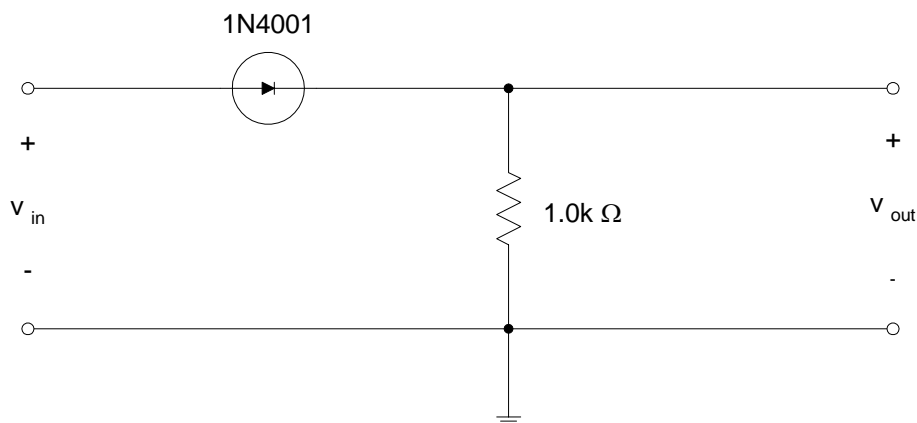

Figura 2. Circuito para el experimento 2.
2. Construya el circuito de la Figura 2. Aplique 100 Hz, 6 V de señal pico-pico desde el generador de señales hasta la entrada  $V_{in}$ . Mida el valor de pico de la tensión de salida  $V_{out}$  y la fracción de cada ciclo